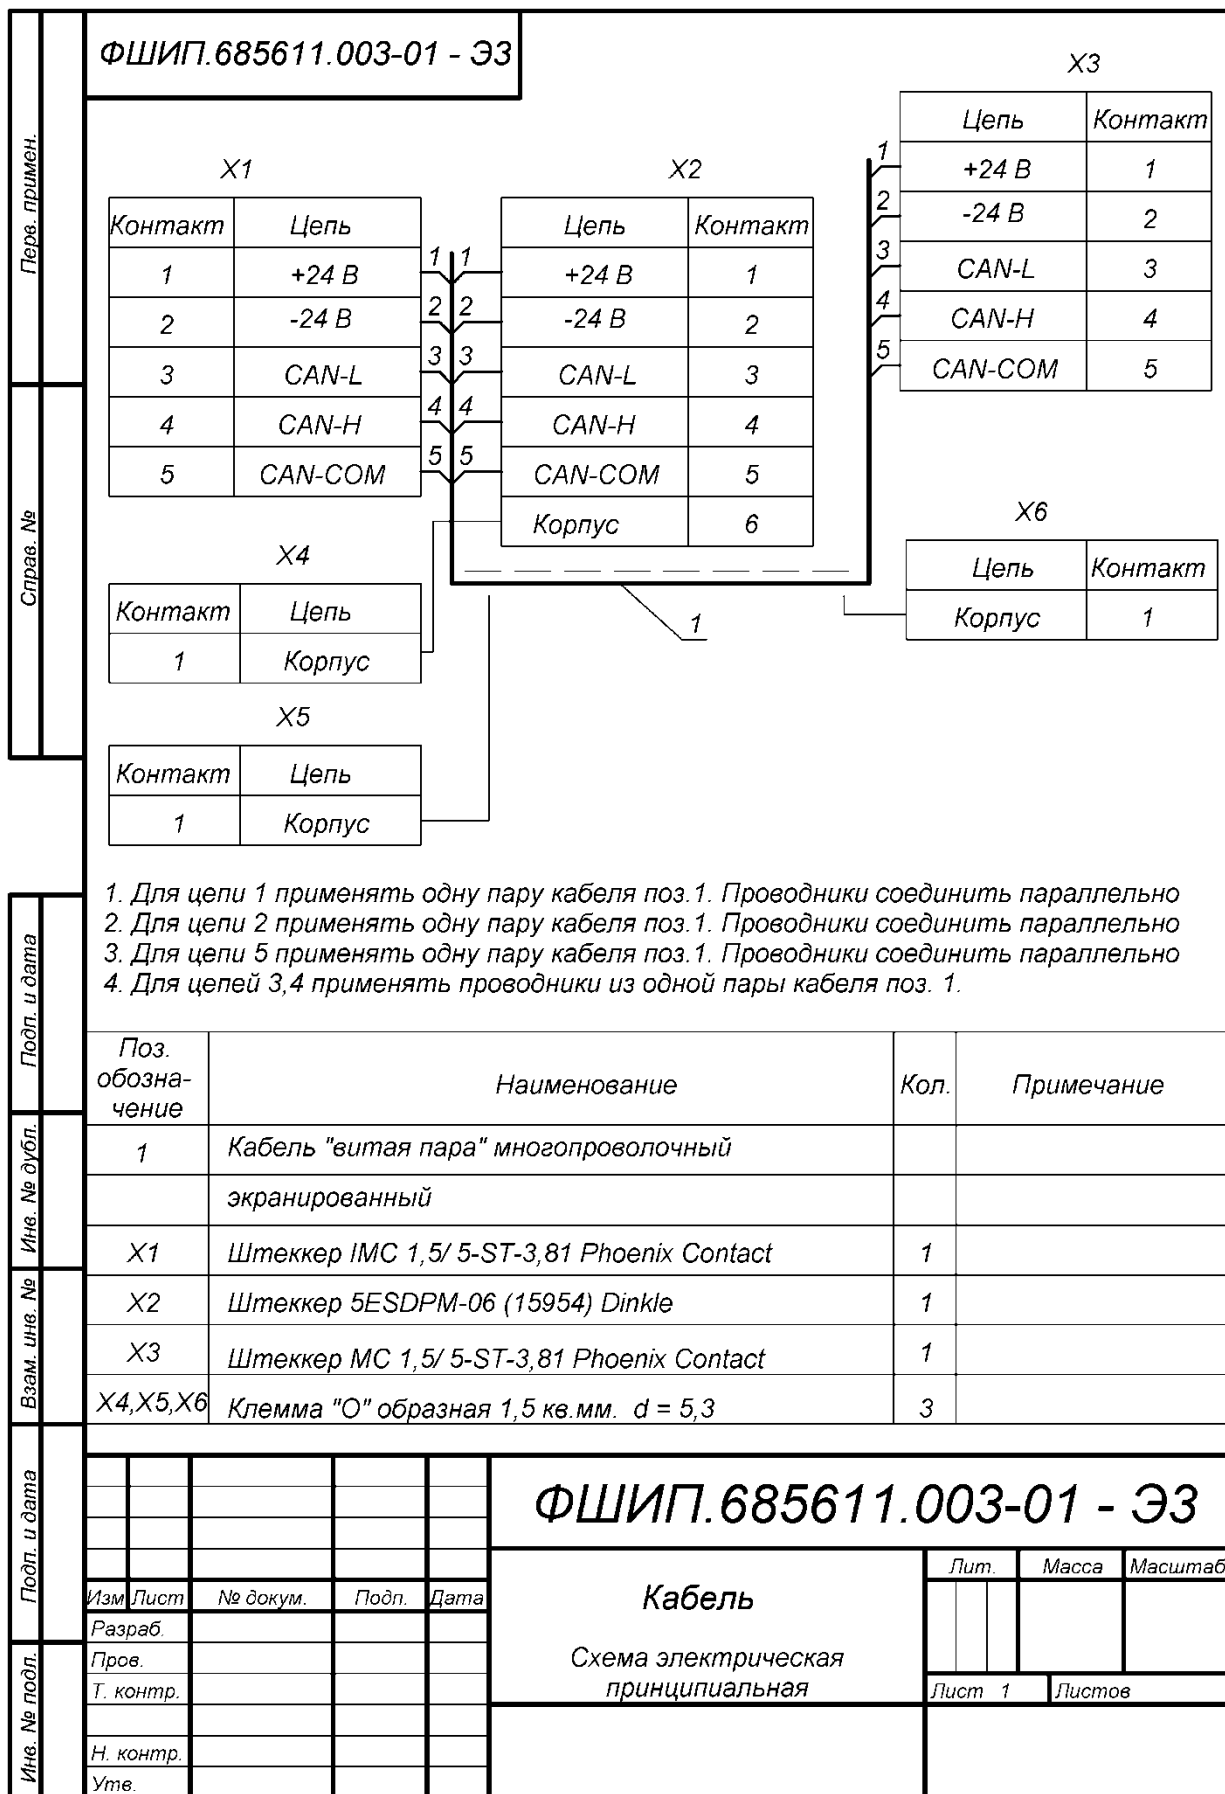

Рис.2.9 Схема электрическая принципиальная соединительного кабеля Тип 2
- 10) На один конец одного из подготовленных отрезков кабеля установить разъем МС 1,5/ 5-ST-3,81 из КМЧ согласно схеме на Рис.2.9;
- 11) На один конец одного из подготовленных отрезков кабеля установить разъем IMC 1,5/ 5-ST-3,81 из КМЧ согласно схеме на Рис.2.9;
- 12) Свободные концы отрезков собираются на разъеме TLPSW-200R-6P-GS из КМЧ согласно схеме на Рис.2.9;